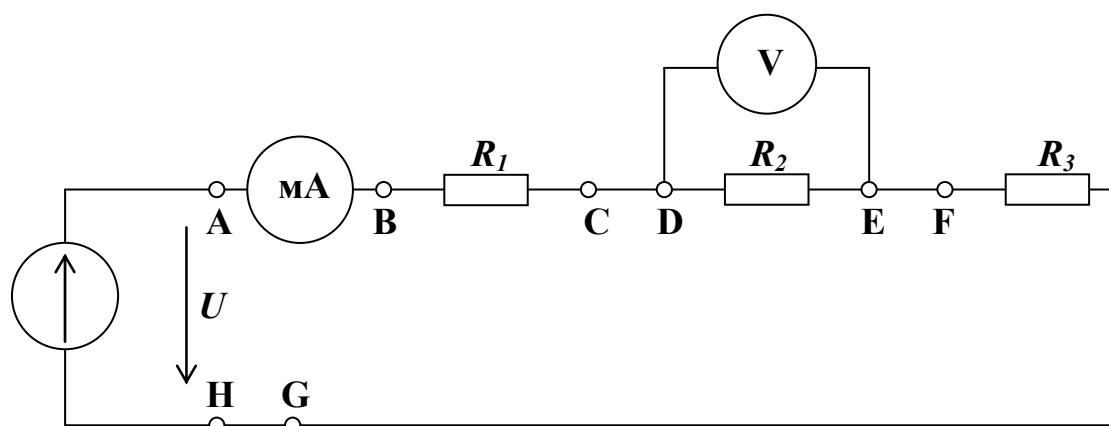

Рис. 2.6
2. Соберите цепь согласно схеме на рис. 2.6, вставив перемычки между